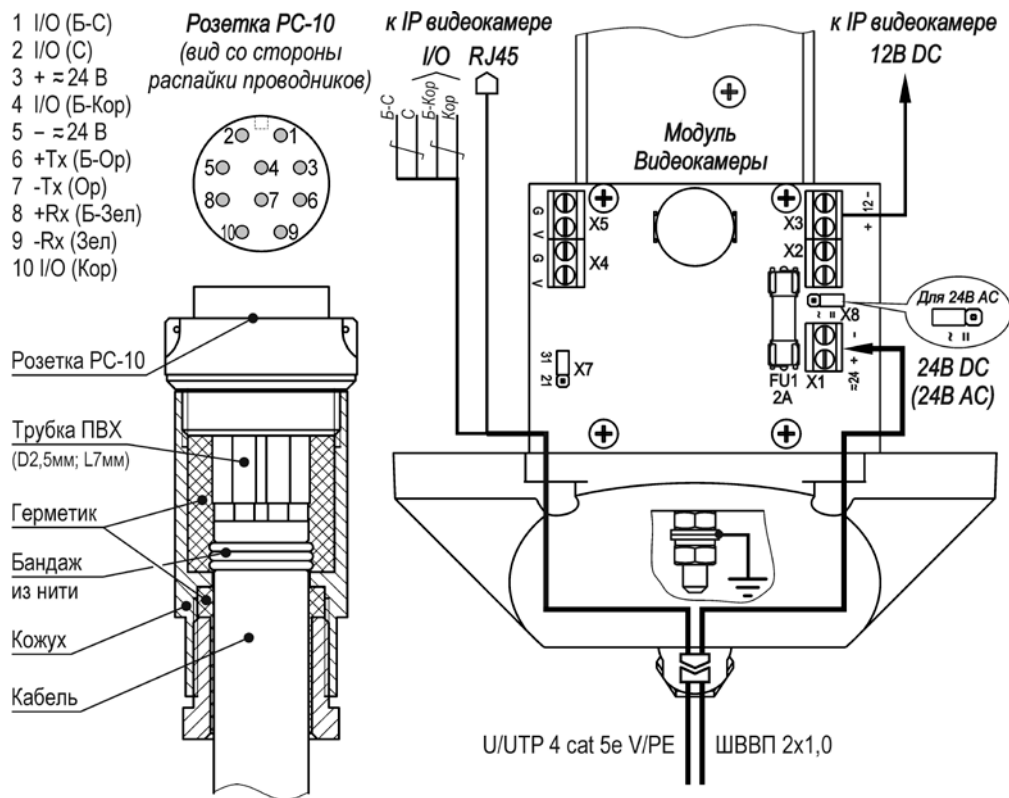

Рис.2 Распайка разъёма PC-10 и схема подключения IP-видеокамеры
1. Распаять ответную часть разъема PC-10 согласно требованиям к электромонтажу в соответствии с рис.2. После распайки разъем заполнить герметиком кремнийорганическим.
4. При необходимости изменить напряжение питания гермобокса или мощности обогрева, выкрутить 4 винта крепления задней крышки гермобокса, выдвинуть модуль видеокамеры из кожуха и установить джамперы X7 и X8 в нужное положение (рис.2). Установить модуль видеокамеры обратно в кожух. Закрутить 4 винта крепления задней крышки.
– Х7 в положение «31» - мощность обогрева 31 Вт, для изменения мощности на 21 Вт джампер Х7 необходимо переставить в положение «21» (см. рис.2);
– джампер Х8 установлен в положение «=» – напряжение питания 24В DC, для питания гермобокса переменным напряжением 24В необходимо переставить джампер Х8 в положение «-» (см. рис.2).